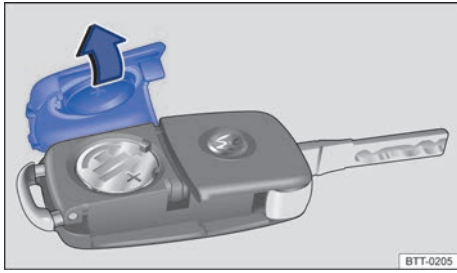

Fig. 23 Llave del vehículo con mando a distancia: abra la cubierta del alojamiento de la pila.
La pila se encuentra en el lado posterior de la llave con mando a distancia, debajo de una cubierta ⇒ **fig. 23**.
- Retire la cubierta en el lado posterior de la llave ⇒ **fig. 23** en el sentido de la flecha ⇒ .
- Coloque la cubierta según lo indicado ⇒ **fig. 23** y presione en el sentido contrario al de la flecha sobre la carcasa de la llave del vehículo hasta encajarla.